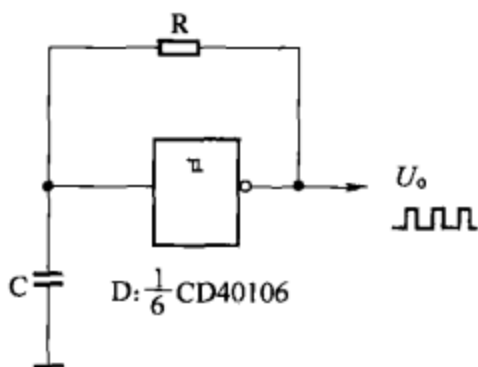

图 8-38
(4) 图 8-38 所示为多谐振荡器电路。施密特触发器组成多谐振荡器时电路非常简单, 仅需外接一个电阻和一个电容。电阻 R 跨接在施密特触发器 D 两端, 与电容 C 构成充放电回路, 决定多谐振荡器的振荡频率。改变 R 、 C 的大小即可改变振荡频率。同时, 振荡频率还与电路的电源电压 V_{DD} 、施密特触发器的正负阈值电压 U_{T+} 、 U_{T-} 有关。电路输出信号 U_o 为连续的脉冲方波。